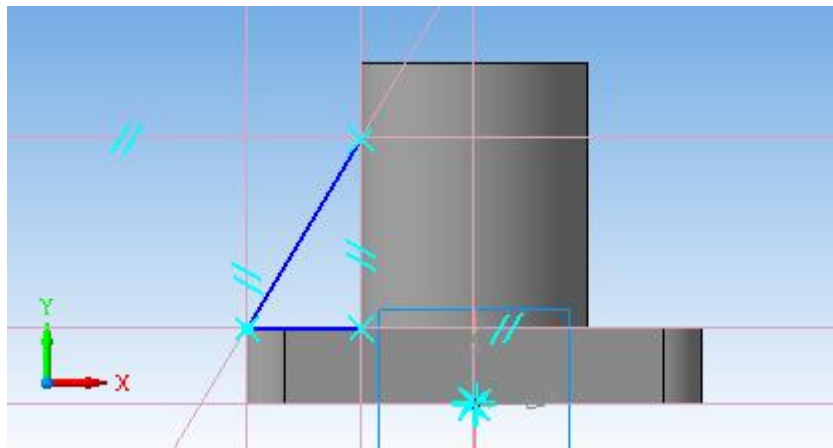

Рис. 8.19
16. В *Дереві побудови* активувати площину XY . Перейти в  *Ескіз*. За допомогою допоміжних прямих і команди *Відрізок* намітити контур ребра жорсткості по нижній і зовнішній сторонам. Лінію уздовж поверхні циліндра не проводити (рис. 8.19).